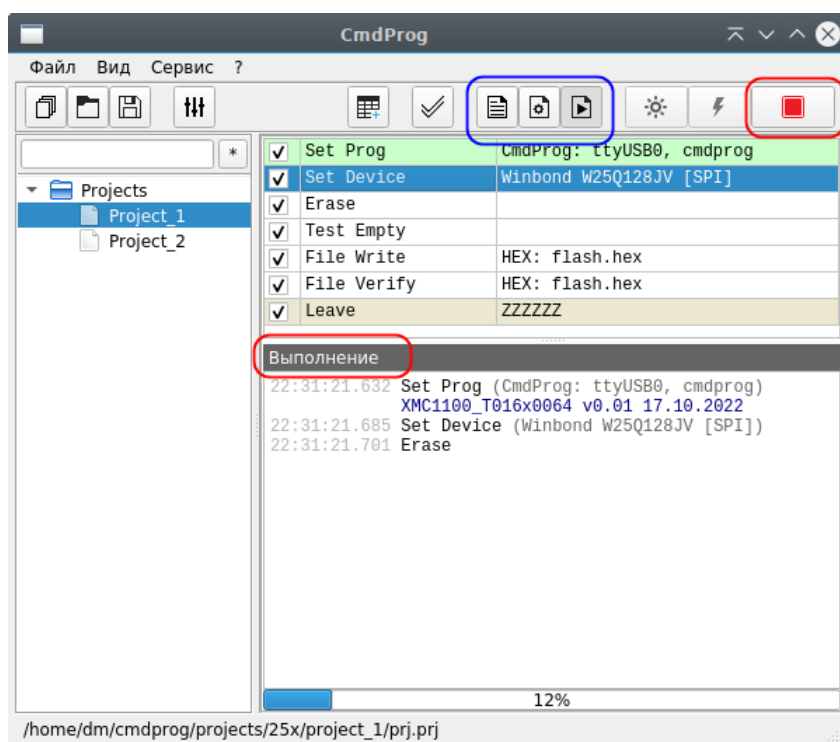

Рисунок 6.1. Ход выполнения
6.3.1. Выполнение конфигурации производится нажатием на кнопку «▶». При этом кнопка меняет изображение на «■» (см. рисунок 6.1). При нажатии на кнопку «■» выполнение конфигурации прерывается.